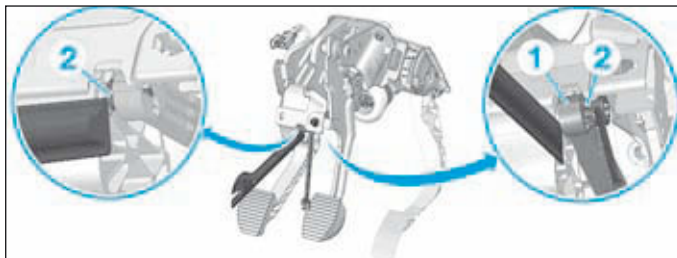

FIG.9
- Pincer les ergots du clip de verrouillage (2) à l'aide d'une clé à lunette de 10 (Fig.9).
- Écarter la tige (1) du pédalier puis dégager le clip de verrouillage (2) à l'aide d'une palette plastique.